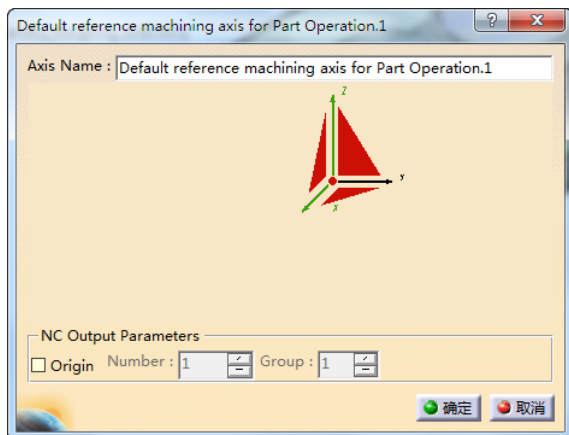

图 3-95 “Default reference machining axis for Part Operation.1”对话框（2）
- 单击“Part Operation”对话框中的 Default reference machining axis system 按钮，弹出“Default reference machining axis for Part Operation.1”对话框（2），如图 3-95 所示。